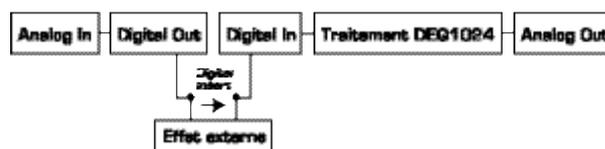

Fig. 2.5 : Trajet du signal en mode PRE EQ
- 11 On sélectionne le mode de fonctionnement général de l'appareil en maintenant la touche **CONFIG** enfoncée. Les différents modes sont : **ANALOG** (LED verte), **DIGITAL** (LED jaune), **PRE EQ** (LED jaune) et **POST EQ** (LED jaune). Dans les modes PRE EQ et POST EQ, on peut utiliser les connecteurs numériques du panneau arrière comme point d'insertion numérique (insert), par exemple pour le câblage d'un processeur de dynamique. En mode PRE EQ, l'insert intervient avant l'égaliseur alors qu'en mode POST EQ, l'insert intervient après l'égaliseur (voir Fig. 2.5 et 2.6).